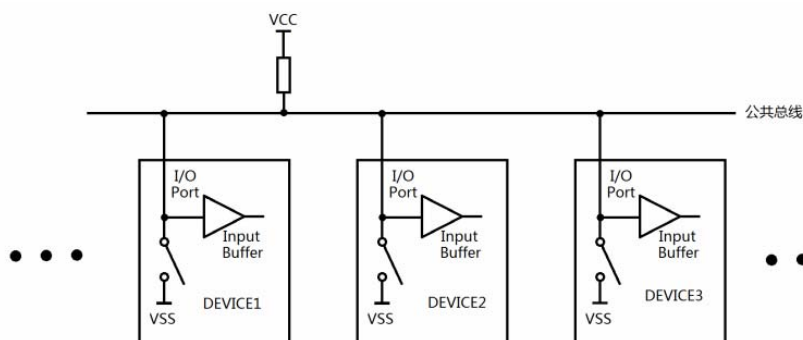

图3.1.6 由上拉电阻输出构成线与逻辑
(2) 上拉电阻输出还广泛用于实现“线与”逻辑。如图 3.1.6 所示，所有器件输出和输入同时进行（推挽/推拉无法做到这一点），任何一个器件都可以将公共总线电平拉低，但只有所有器件输出都为“高”，公共总线的电平才能为高，这就是“线与”逻辑。“线与”逻辑更独特之处在于，所有器件都可以通过输入缓冲一直“监视”总线电平的高低，这样就能知道总线电平是否与“自己期望电平”一致，从而判断是否有别的器件在与自己争夺总线。“线与”逻辑广泛用于多机总线通信中，详见串行通信章节。